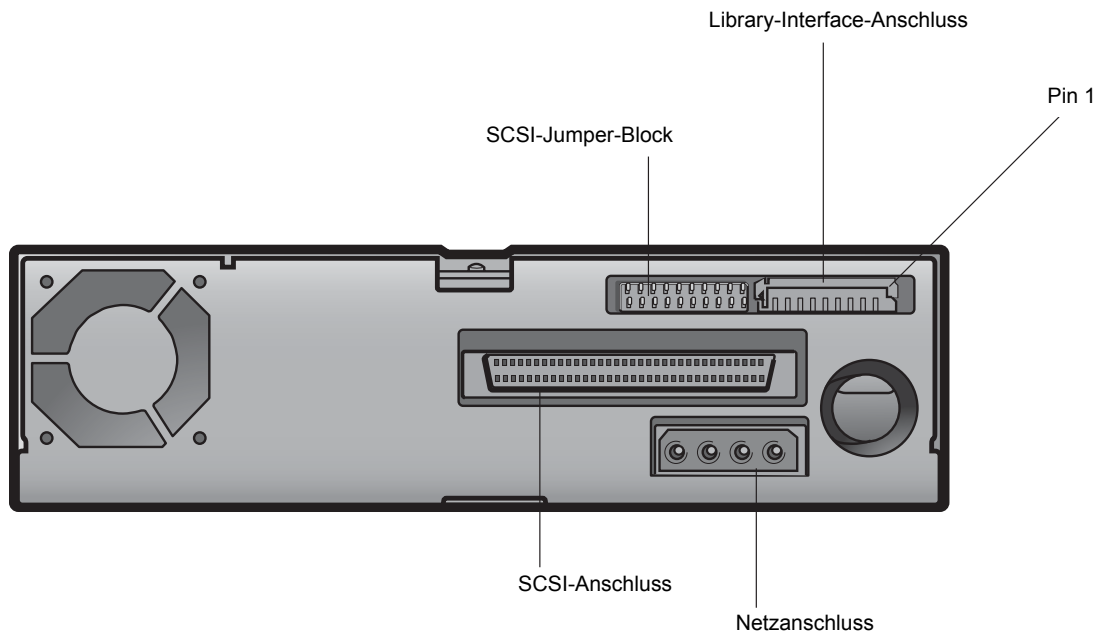

Abbildung 5. Rückansicht des halbhohe internen LTO-2-Laufwerks
2. Schließen Sie das SCSI-Interface-Kabel an den 68-Pin-SCSI-Interface-Anschluss auf der Rückseite des Laufwerkes an (siehe Abbildung 5).
Das halbhohe LTO-2-Laufwerk enthält das serielle Interface RS-422 für Bandbibliotheken. Das LTO-2-Bibliothek-Interface verwendet einen inline eingehüllten und passgeformten 10-Pin-Anschluss. Dieser Anschluss befindet sich auf der unteren linken Seite der Laufwerkrückseite (siehe Abbildung 5 auf Seite 20). Detaillierte Pin-Beschreibungen sind Tabelle 2 zu entnehmen.
Schließen Sie ein Vier-Pin-Netzkabel an den Netzanschluss auf der Rückseite des Laufwerkes an. Abbildung 5 auf Seite 20 zeigt die Position des Netzanschlusses.